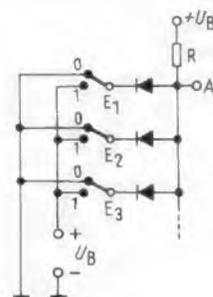

Bild 3. Diodenschaltung eines UND-Gliedes
1.3 Beispiel für den Aufbau eines UND-Gliedes (Bild 3)